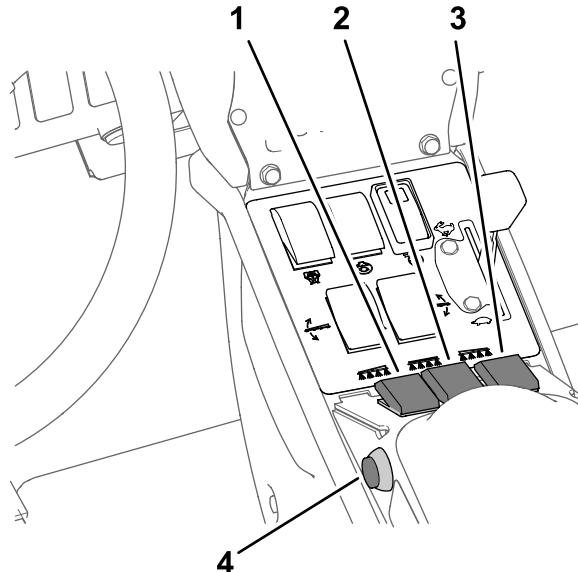

Bild 32
3. Stellen Sie den Hauptabschnittschalter in die Aus-Stellung, siehe Bild 32 in Sprühen im Dosierungsmodus \(Seite 35\).
7. Stellen Sie die Schalter der einzelnen Abschnitte nach Wunsch in die EIN-Stellung, siehe Bild 32 in Sprühen im Dosierungsmodus \(Seite 35\).
- Fahren Sie mit der gewünschten Geschwindigkeit und stellen Sie den Hauptabschnittschalter in die EIN-Stellung, um mit dem Sprühen zu beginnen, siehe Bild 32 in Sprühen im Dosierungsmodus \(Seite 35\).